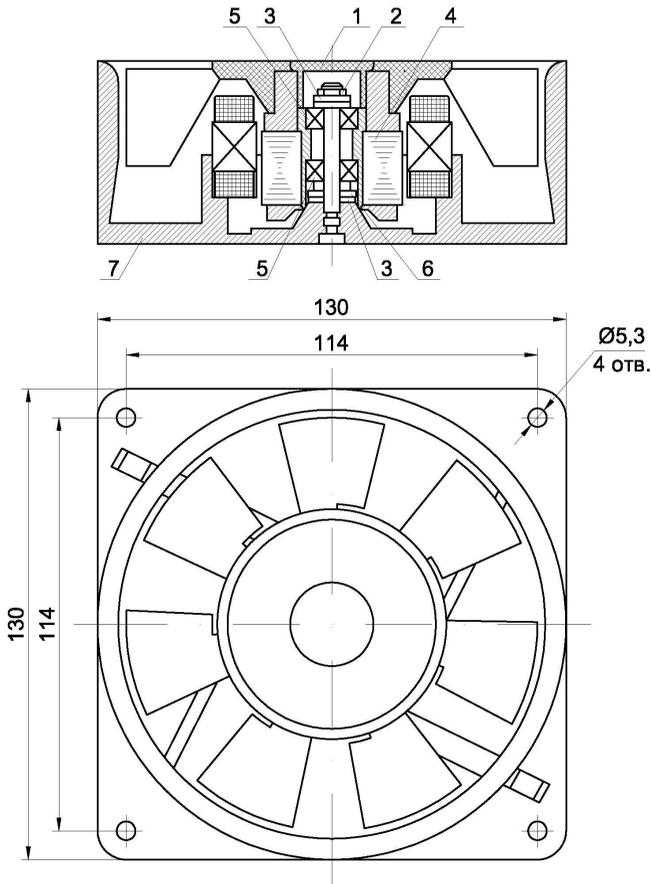

Рис. 2. Конструкция и габаритные размеры.
4.1.1. При температуре окружающей среды больше, чем 35°С снять защитную заглушку поз.1 (рис. 2).
7.2. Для выполнения профилактики необходимо снять заглушку поз.1 (рис.2), снять шайбу стопорную поз.2, вынуть ротор с крыльчаткой поз.4 и подшипники поз.5 из корпуса поз.7.
7.4. Произвести сборку вентилятора в порядке обратном разборке (см. п.7.2.), предварительно смазав подшипники поз.5 (рис.2), шайбы поз.3, шайбу пружинную поз.6, смазкой ЦИАТИМ-221, ГОСТ 9433-80, проверить вентилятор на соответствие п.2.2, 2.3, 2.4 и сделать отметку о проведении профилактики в приложении 3.